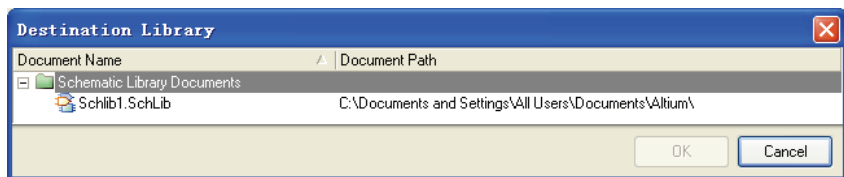

图 4-15 目标库选择对话框
(5) 复制元件命令【Copy Component...】用来将当前元件复制到指定的元件库中，执行该命令后出现目标库选择对话框，如图 4-15 所示，选中目标元件库文件，单击 按钮确定，或直接双击目标元件库文件，即可将当前元件复制到目标库文件中。